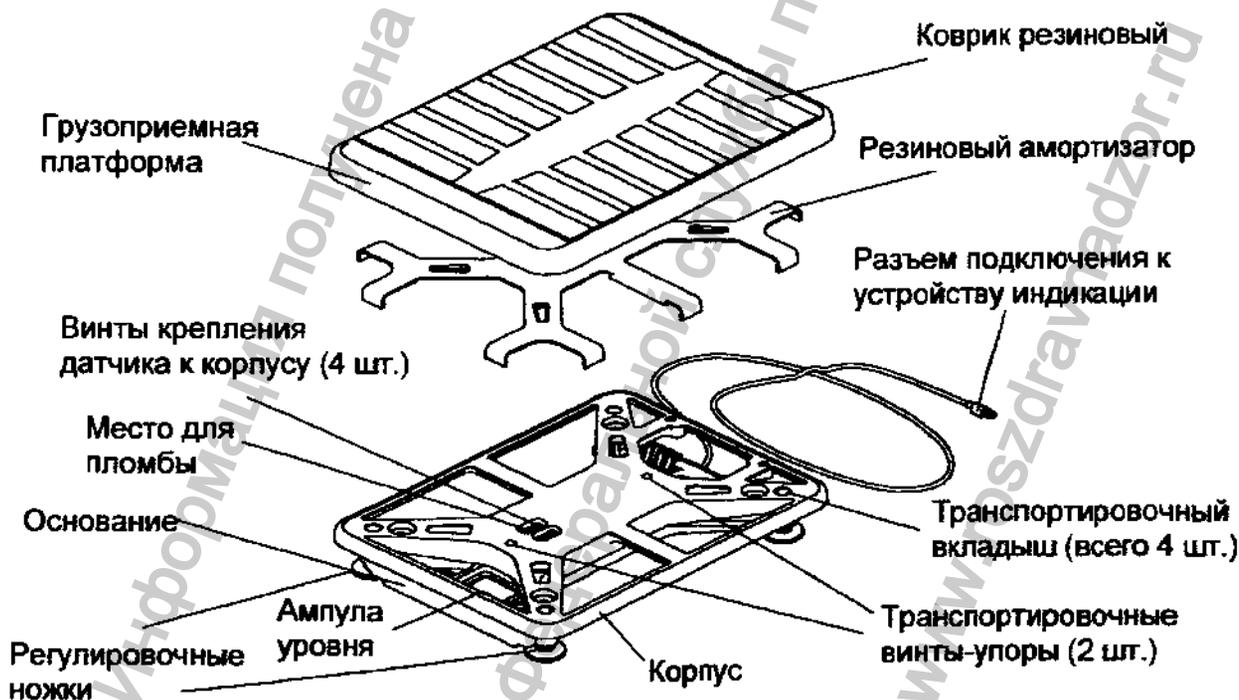

Рисунок 5.2 - Весовая платформа
6.1.4 В весовой платформе (рисунок 5.2) вывернуть два транспортировочных винта-упора, вращая их только против часовой стрелки.
- подсоединить разъем весовой платформы к устройству индикации (рисунок 5.2);